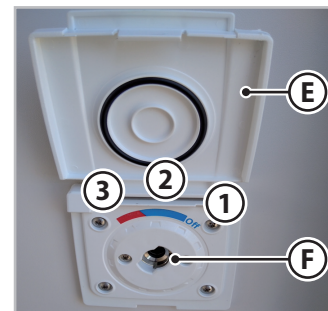

Fig. 6.40 - Saída de engate do duche
1. Levantar a portinhola (E - Fig.6.40).
2. Introduzir o tubo fornecido no engate (F - Fig.6.40).